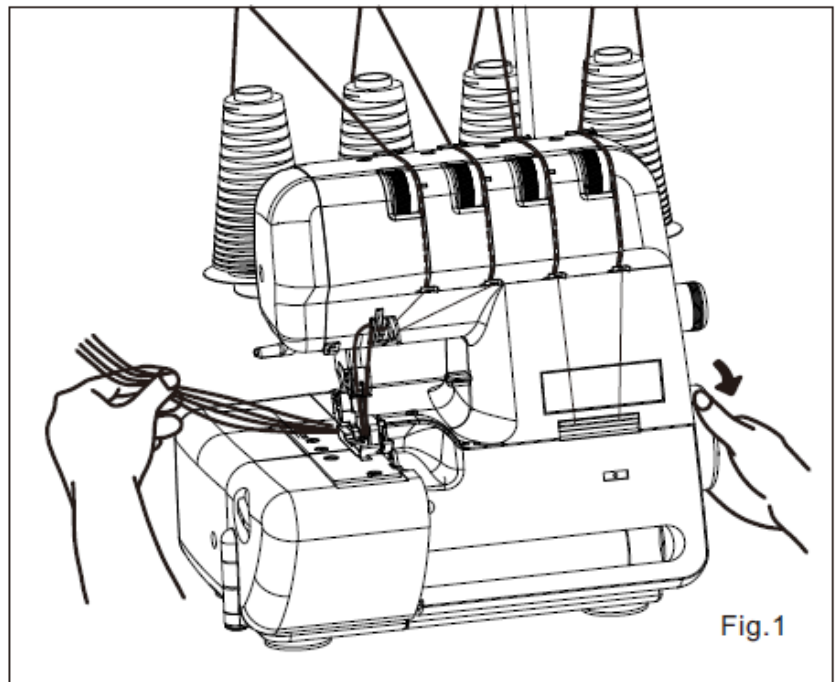

Fig.1
- Bitte bewahren Sie die nicht benutzte Nadel auf dem Nadelkissen auf. Ziehen Sie den Konverter wie in Abb. 1 dargestellt heraus.
2. Nach Abschluss der Näharbeiten bringen Sie den Rollsaumfinger wieder an. Bitte stellen Sie sicher, dass der Rollsaumfinger bis zum Anschlag eingeschoben ist (siehe Abb. 1).
Die Nahtbreite ist im Bereich von 4 bis 7 mm einstellbar. Stellen Sie die Nahtbreite einfach am Nahtbreiteneinstellrad je nach verwendetem Stoff ein. Die Standardeinstellung ab Werk beträgt 6 mm. Stellen Sie die Breite auf „5“, falls die Kante sich während des Nähens einrollt (siehe Abb. 1).